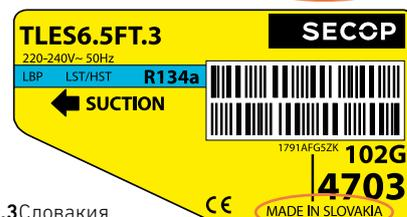

Рис.3 Словакия
- для компрессоров, изготовленных в Словакии (Рис.3)